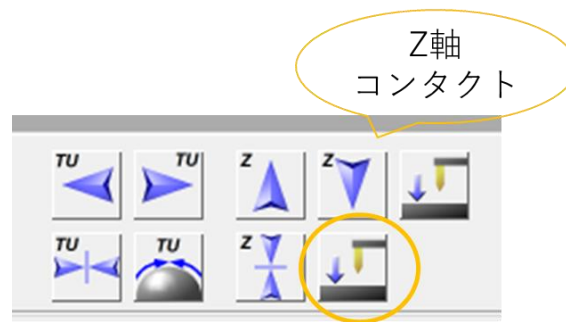

図 8 Z 軸コンタクト
- (8) 装置をある程度下げ測定端子を試料左端に合わせる
- (9) Z 軸コンタクトを押し試料と接触させる(図 8)